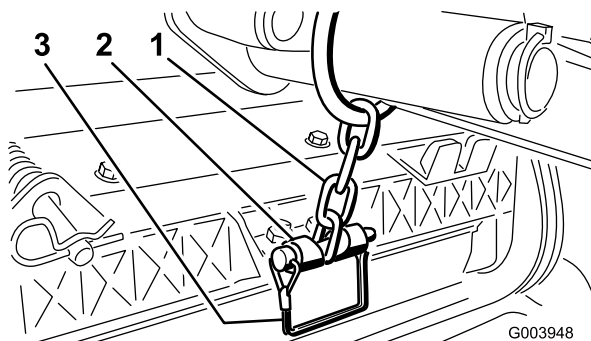

Рисунок 13
12. Прикрепите цепь подъемного рычага к кронштейну цепи с помощью стопорного штифта (Рисунок 13). Используйте количество звеньев цепи, указанное в *Руководстве по эксплуатации режущего блока*.